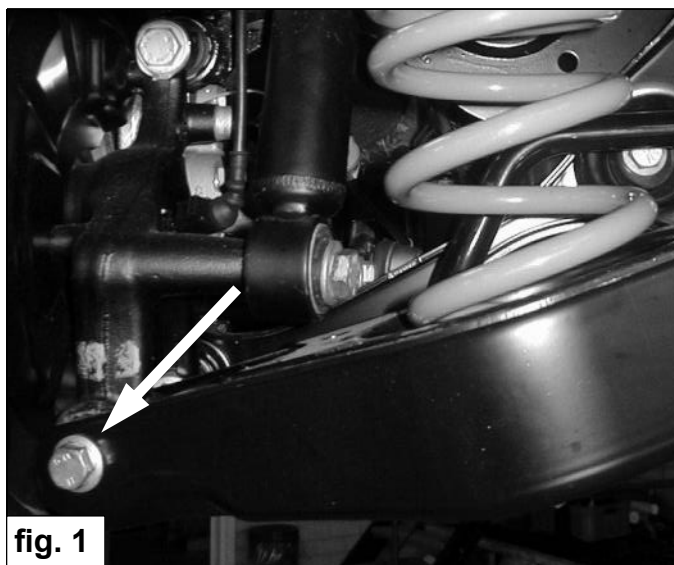

fig. 1
2. Unterstützen Sie den Tragarm und entfernen Sie den Tragarmbolzen an die Rad-seite. Siehe Fig. 1. **Achten Sie darauf dass der Tragarm unter Federspannung ist.**
6. Unterstützen Sie der Tragarm und montieren Sie den Bolzen an der Rad-seite. Siehe Fig. 1.
2. Soutenez le bras de suspension et enlevez le boulon du bras de suspension côté roue. Voir fig. 1. **Attention: le bras de suspension est sous tension.**
6. Soutenez le bras de suspension et montez le boulon côté roue. Voir fig.1.